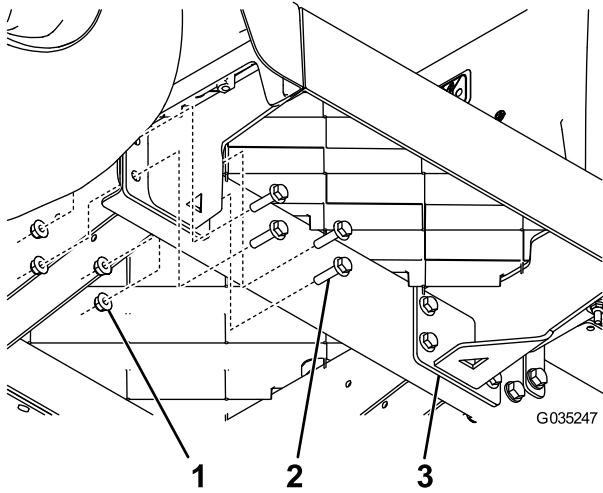

Figura 5
- Instale un nuevo apoyo de la placa del suelo con 8 pernos con arandela prensada (5/16" x 1 1/4") y 8 tuercas con arandela prensada (5/16") tal y como se muestra en la Figura 5.
- Instale el otro nuevo apoyo de la placa del suelo con 8 pernos con arandela prensada (5/16" x 1 1/4") y 8 tuercas con arandela prensada (5/16") tal y como se muestra en la Figura 5.